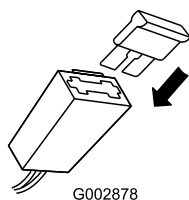

Рисунок 32
3. Замените плавкий предохранитель в держателе (Рисунок 32).